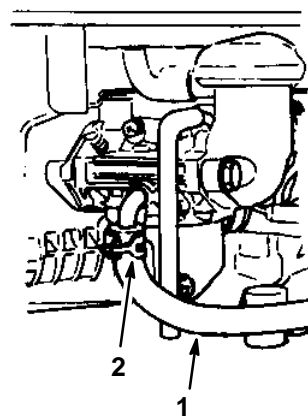

Figure 12
4. Desserrer le collier de la conduite d'alimentation près du carburateur (Fig. 12), et détacher la conduite.
8. Retirer le filtre à essence du réservoir d'essence (Fig. 12).